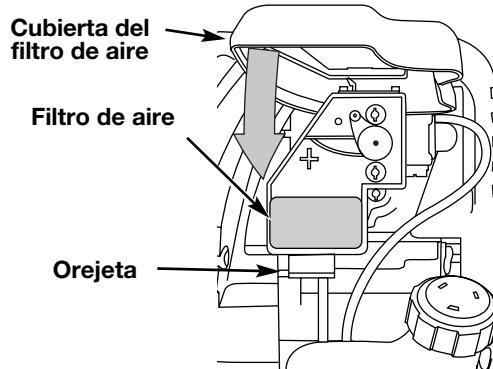

Fig. 31
- Gire la tapa hacia abajo hasta que la lengüeta de la placa posterior del filtro de aire se enganche en la ranura de la tapa del filtro de aire (Fig. 31).